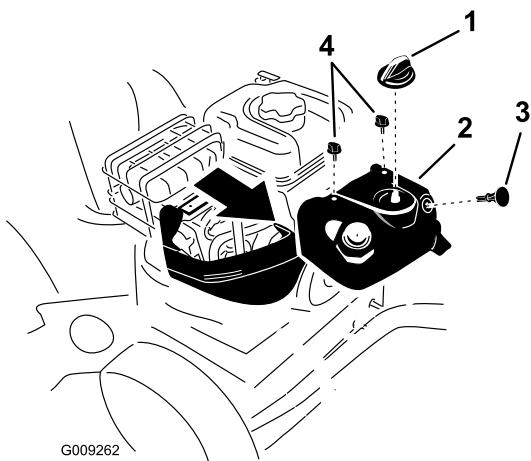

Figura 43
Nota: Per accedere alla candela, rimuovete prima il cofano superiore(Figura 43).
1. Rimuovete la manopola dello starter e la chiave di accensione (Figura 43).
2. Togliete le 2 viti che fissano il cofano superiore allo spazzaneve (Figura 43).